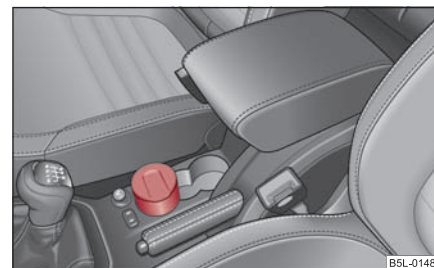

Fig. 116 Consola central: Cenicero delantero
- Sacar el cenicero ⇒ página 99, fig. 116 hacia arriba. Al sacarlo, no sujetar el cenicero por la tapa - podría romperse.